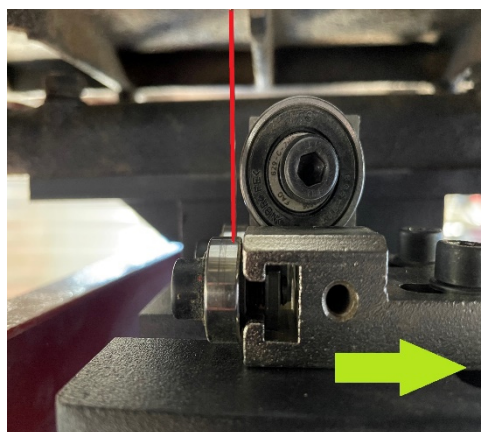

Figure 6
- Régler la position du guide légèrement en arrière de l'axe de la lame. (Fig 6)